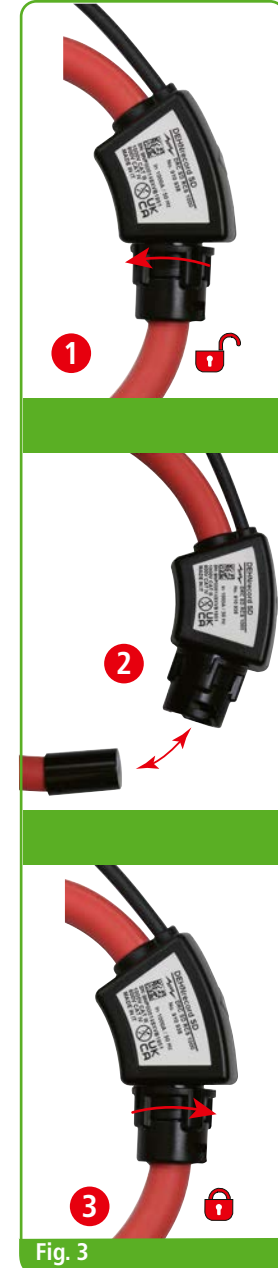

Fig. 3
- Zum Öffnen des Wandlers wird der Bajonetverschluss entriegelt, d.h., der Verschlussring ist nach links zu drehen, um die Spulenleitung nach unten zu entnehmen (siehe Fig. 3).
- Entsprechend der geöffneten Position wird der Wandler um den jeweiligen Primärleiter gelegt und mittels dem Bajonetverschluss (Verschlussring nach rechts drehen) wieder verschlossen (siehe Fig. 3).
- To open the transformer, the bayonet catch is unlocked, i.e. the locking ring must be turned to the left to remove the coil line downwards. (see Fig. 3).
- Once open, the transformer is placed around the respective primary conductor and closed again using the bayonet catch (turn the locking ring to the right), see Fig. 3.